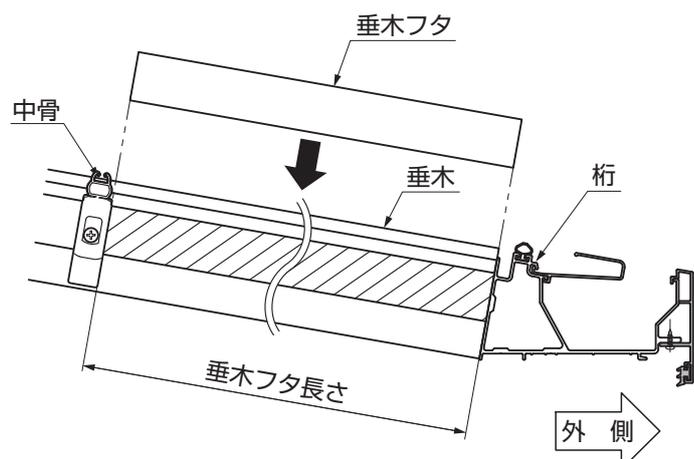

図11-4
- 垂木フタの長さを目安に中骨のおおよその位置を決めてください。中骨は後で動かすことができます。(図11-4参照)